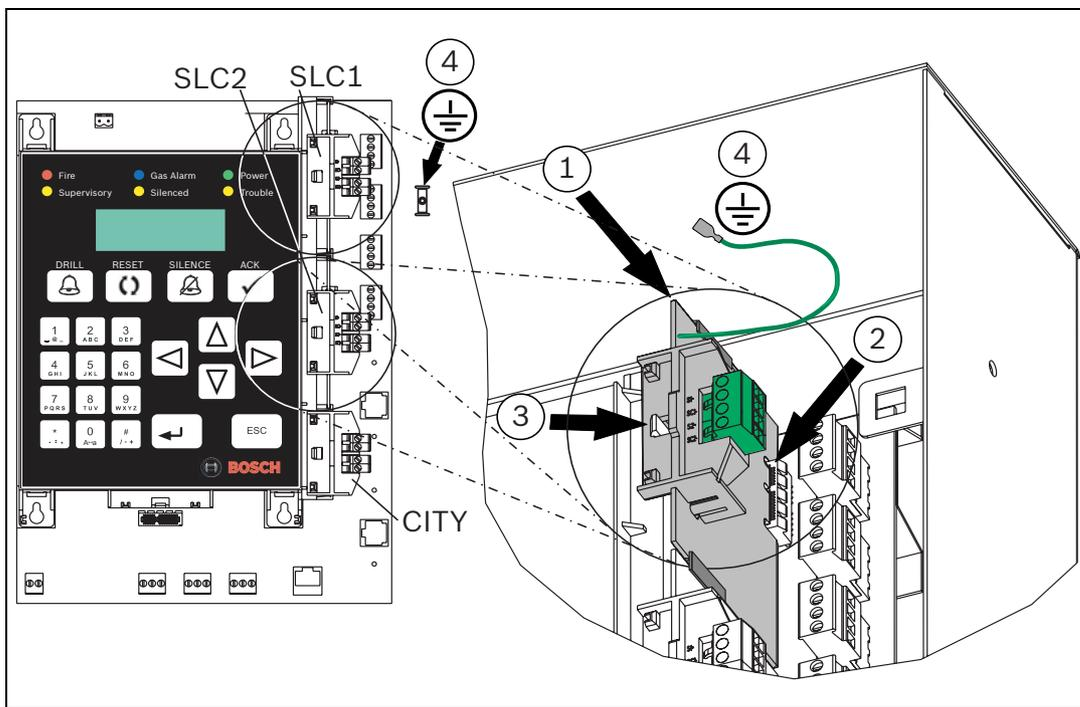

Figura 4.9 Instalación de Módulos Enchufables Opcionales
La placa principal permite la instalación de módulos enchufables. El primer Circuito de Línea de Señalización FPE-1000-SLC en la posición superior de la placa principal es de uso obligatorio (consulte la *Figura 4.9*). Se puede instalar un segundo módulo enchufable FPE-1000-SLC como opción debajo de la primera placa de circuito SLC.
1. Coloque el módulo enchufable en posición con la rotulación del terminal horizontal orientada hacia la parte frontal del panel de control. Deslice cuidadosamente el módulo enchufable hasta colocarlo en su lugar (consulte la *Figura 4.9*, elemento 1)
2. Compruebe que las conexiones encajan correctamente en la ranura (consulte la *Figura 4.9*, elemento 2).
3. Presione suavemente hasta que la traba de ajuste entre en su lugar (consulte la *Figura 4.9*, elemento 3).
4. Conecte el cable de tierra al terminal de tierra del lado derecho de la placa principal (consulte la *Figura 4.9*, elemento 4).